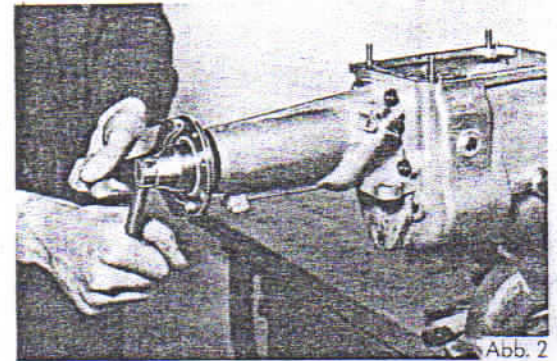

Abb. 2
4. Sicherungsblech für Befestigungsmutter des Mitnehmerflansches aufbiegen und Befestigungsmutter von der Hauptwelle abschrauben (WK 112) (Abb. 2).